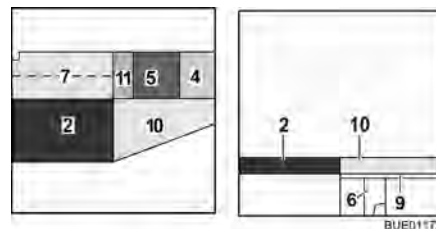

Fig. 123 Después de la transformación
- Colocar el cojín del asiento (Fig. 123,5) en el centro.
- Colocar el cojín del respaldo (Fig. 123,4) entre el cojín del asiento y la pared.
- Colocar el cojín adicional (Fig. 123,11) entre el cojín adicional (Fig. 123,5) y el cojín adicional (Fig. 123,7).
- Colocar el cojín adicional (Fig. 123,10) sobre el ensanchamiento de cama.